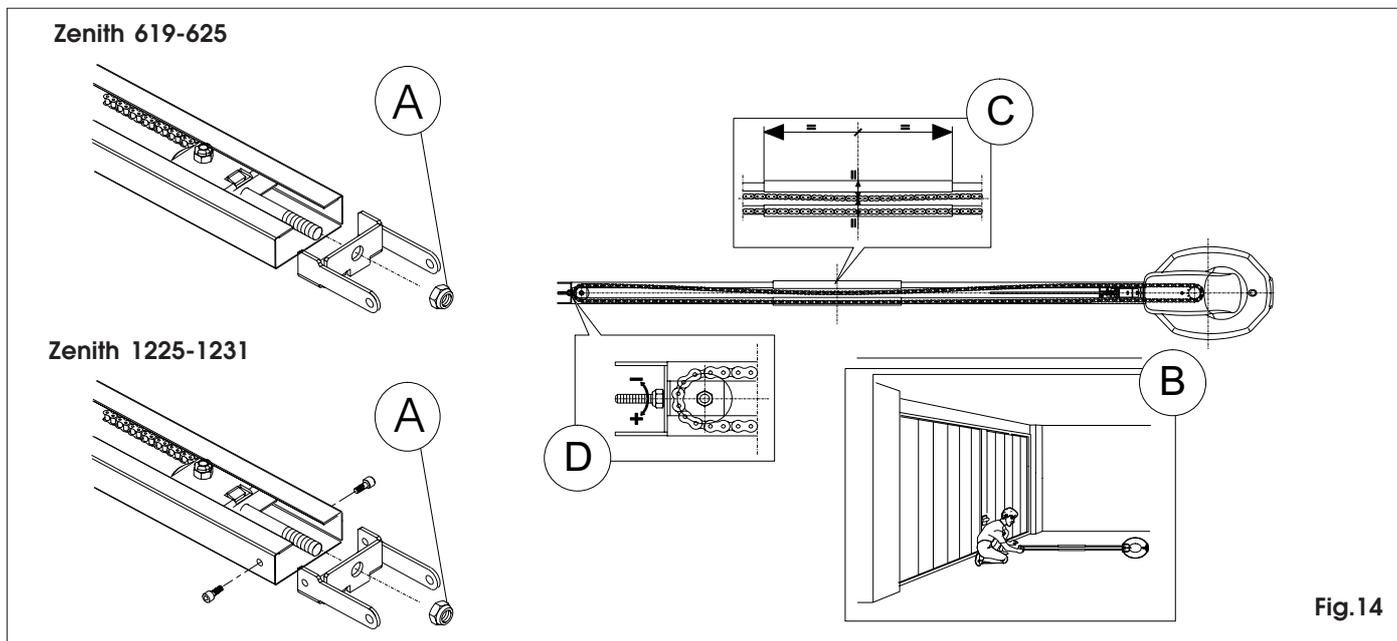

Fig.14
6.10 Inserire la flangia nella guida di scorrimento (fig. 14) bloccandola con due viti a brugola M5 in dotazione e tendere la catena con apposito dado (fig. 14 rif.A).
6.11 Posizionare l'operatore a terra verticalmente rispetto al pavimento (fig. 14 rif. B).
6.12 Verificare il tensionamento della catena assicurandosi che le due distanze catena inferiore - catena superiore e catena superiore - giunto binario superiore siano uguali come mostrato in fig. 14 rif. C.
6.13 Regolare, se necessario la tensione della catena agendo sull'apposito dado come indicato in fig. 14 rif. D.